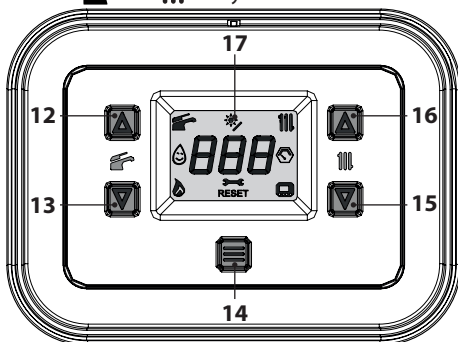

Рисунок 2.3
- Нажмите и удерживайте в течение 1 секунду кнопку 14, пока на дисплее не появятся символы  и  Рисунок 2.3.